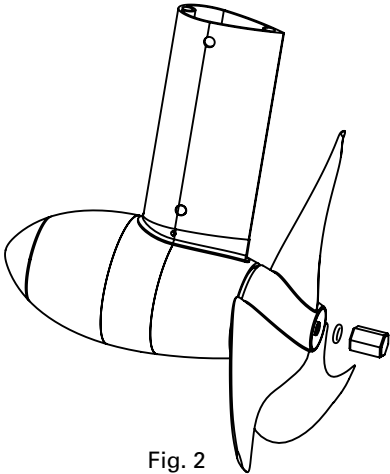

Fig. 2
- Anodo sacrificale con filettatura (fig. 2): inserire l'o-ring 8,5 x 2 sull'albero di trasmissione avvitando poi a mano l'anodo sacrificale.
- Anodo sacrificale con filettatura (fig. 2): inserire l'o-ring 8,5 x 2 sull'albero di trasmissione e avvitare poi a mano l'anodo sacrificale.